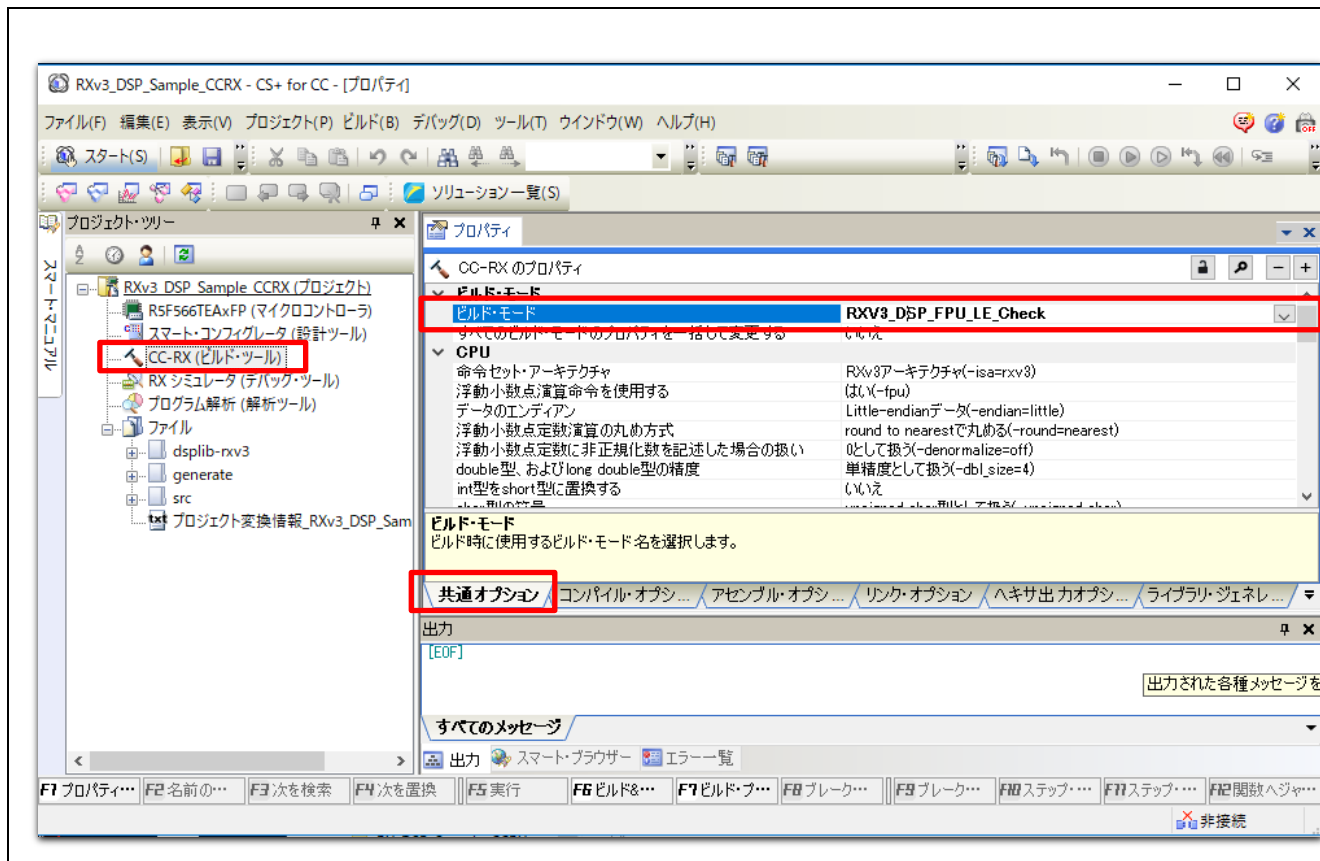

図 3-5 CS+ビルド・モードの選択
- 図 3-5 に示すように、プロジェクト・ツリーで「CC-RX (ビルド・ツール)」をクリックして、CC-RX のプロパティ「共通オプション」のビルド・モードでビルド構成を選択します。ビルド構成は表 2-3 に示す 8 種類あります。